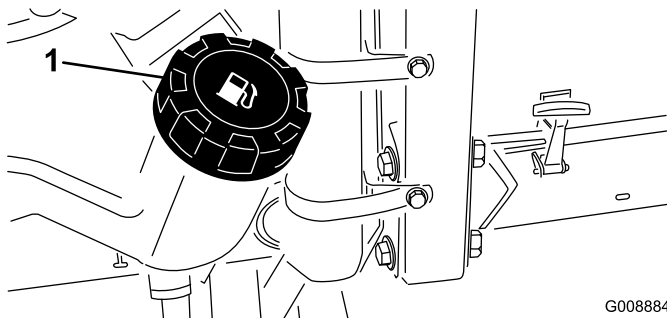

Bild 26
1. Reinigen Sie den Bereich um den Tankdeckel (**Bild 26**).